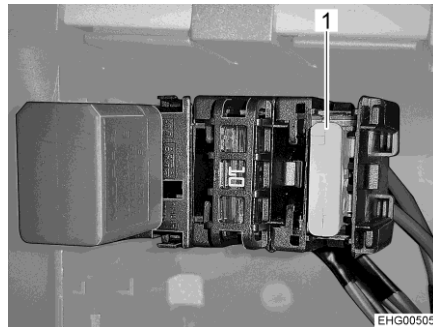

Fig. 128 Fusible en la columna B, lado derecho del vehículo (Stellantis)
- Cambiar el fusible (Fig. 128,1).